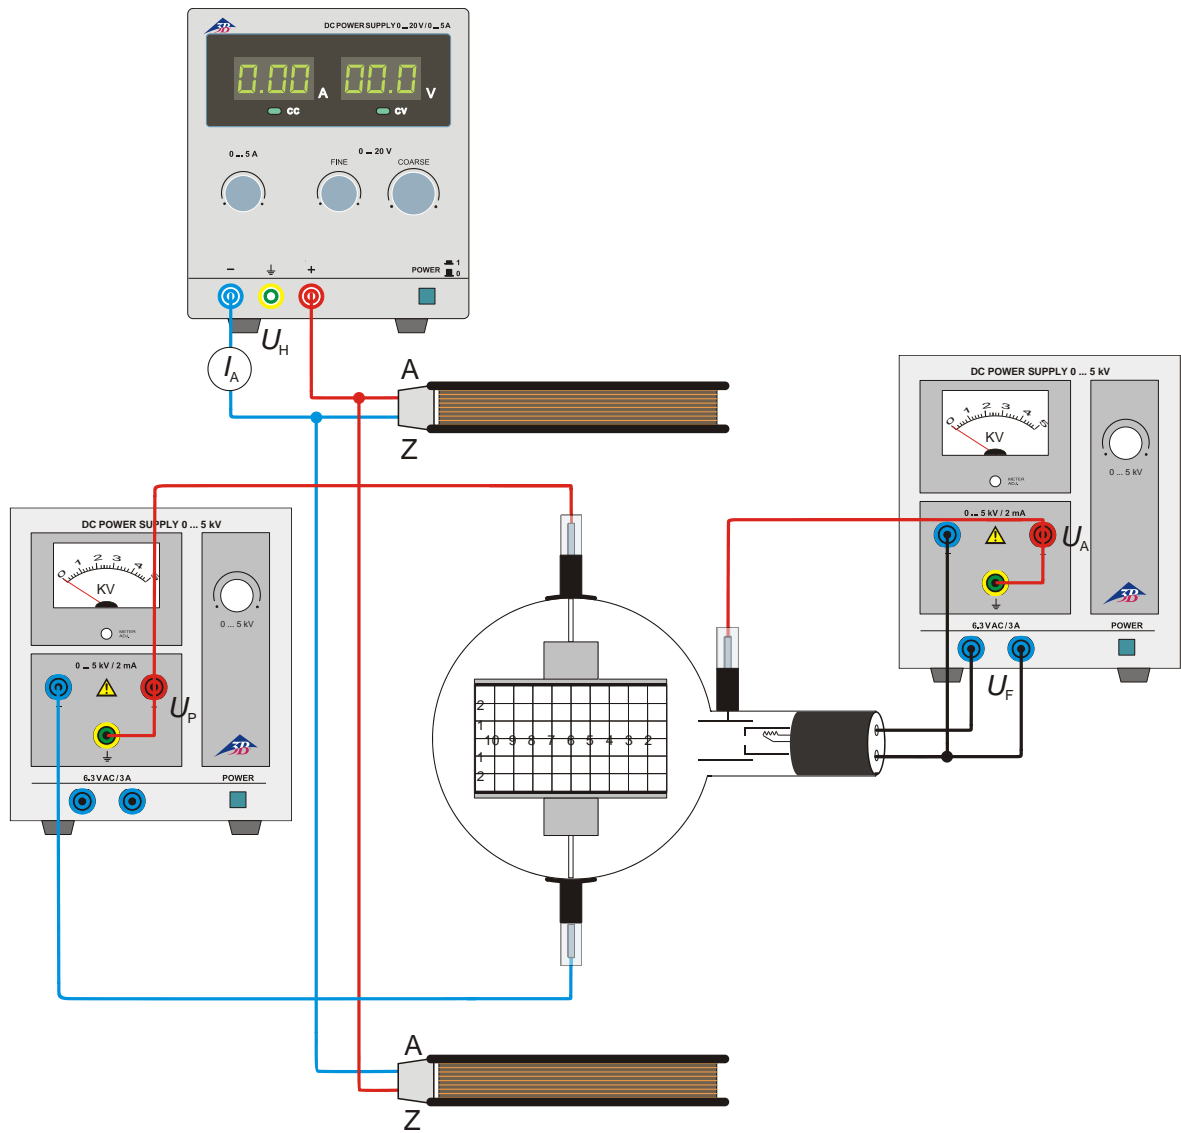

Fig. 4 Bestimmung von  $e/m$  mittels Feldausgleich
- Versuchsaufbau gemäß Fig. 4.